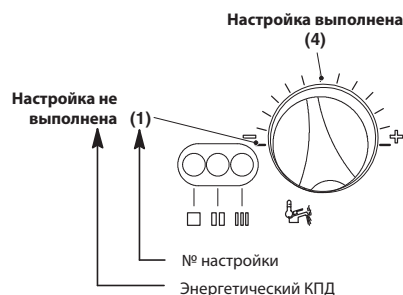

Рис. 28
- 5 Для отображения установленной настройки нажмите и удерживайте около 5 секунд кнопку сброса 9 Рис. 5. Индикаторы мигнут количество раз, равное числу, указанному с боковой стороны описания настройки режима (№ настройки) (Рис. 28).